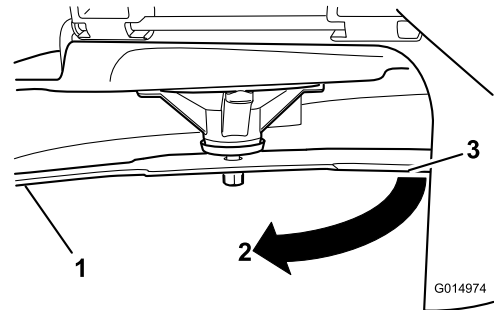

**Figure 57**
2. Enfilez des gants épais ou utilisez une autre protection adéquate pour les mains, et faites tourner la lame lentement jusqu'à une position permettant de mesurer la distance entre le tranchant et la surface plane sur laquelle se trouve la machine (Figure 57).